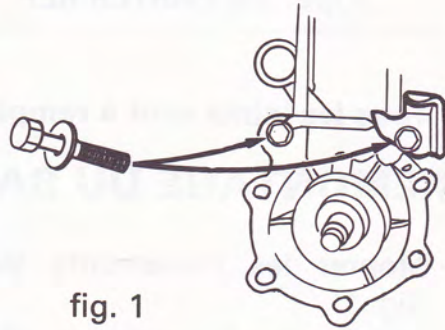

fig. 1
- Positionner la patte supérieure de fixation du carter de variateur et bloquer les deux vis supérieures d'assemblage carter (fig. 1).